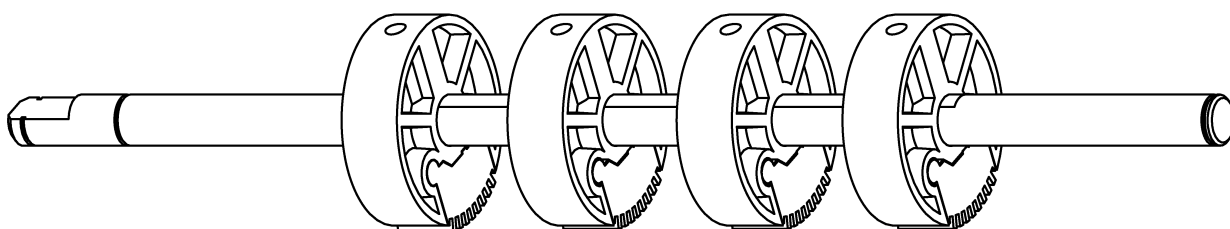

Рис. 82
8.23.2.9 Установить накладки роликов сбрасывающих в ролики, убедиться, что накладки не выступают за края роликов и надежно зафиксированы (см. Рис. 82).